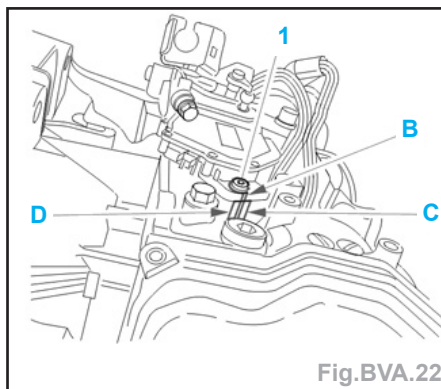

Fig.BVA.22
- Mettre le contacteur multifonction en butée sur la vis (A).
- Connecter le multimètre en position ohmmètre sur les contacts (2).
- Dans cette position, effectuer un repère de position du contacteur multifonction (B) par rapport au carter BVA (C) (Fig.BVA.22).